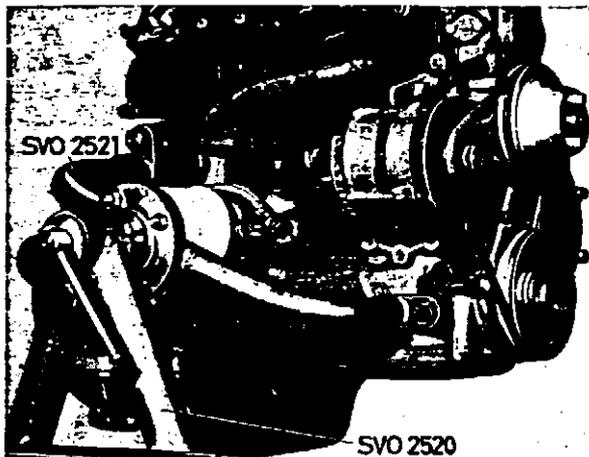

Abb. 20 Motor im Ständer
1. Motor mit Aufspannvorrichtung SVO 2521 in Bock SVO 2520 setzen, siehe Abb. 20. Kontrollieren, daß das Öl abgelassen worden ist.